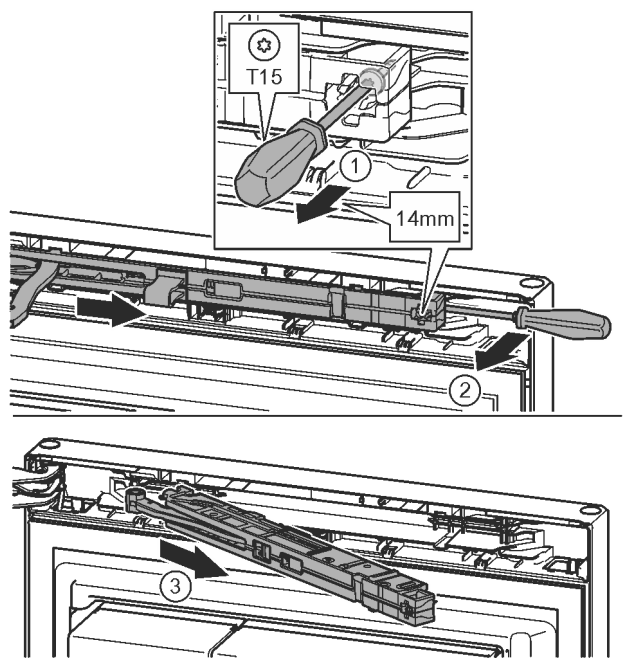

Fig. 12
- ▶ Šroub na jednotce tlumiče zavírání povolte šroubovákem T15 o cca 14 mm. Fig. 12 (1)
- ▶ Šroubovákem na straně madla zajedte za jednotku tlumiče zavírání a otočte ji dopředu. Fig. 12 (2)
- ▶ Vytáhněte jednotku tlumiče zavírání. Fig. 12 (3)